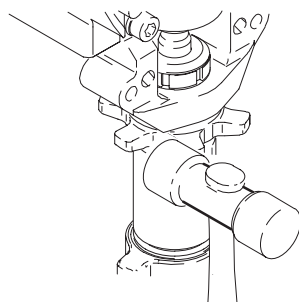

Fig. 19
4. Fig. 19. Løsn låsemøtrikken ved at banke hårdt med en plasthammer. Skru pumpen af.